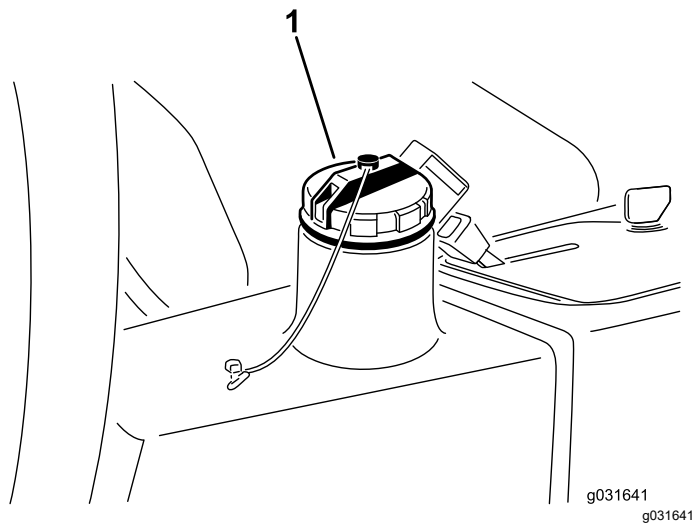

図 64
2. 油圧オイルタンクの注油口とキャップの周辺をきれいに拭く **図 64**。
3. オイルタンクのキャップを取る **図 64**。